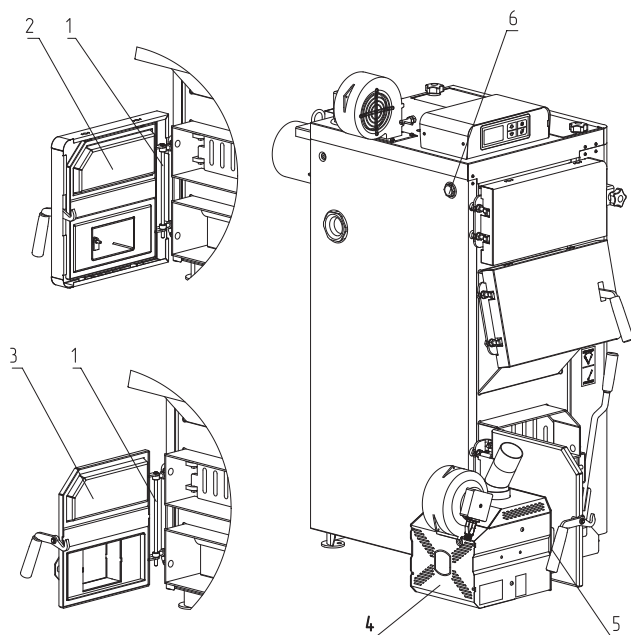

Рис. 14 Порядок установки горелки ZOTA «FOX» на твердотопливные котлы ZOTA Magna 15, 20, 26, 35, 45, 60
- Извлеките ось (Рис. 14, поз. 1);
- Снимите дверцу зольную (Рис. 14, поз. 2);
- Установите адаптер горелки (Рис. 14, поз. 3);
- Зафиксируйте его осью (Рис. 14, поз. 1);
- Установите горелку (Рис. 14, поз. 4) на котел;
- Зафиксируйте ее гайками (Рис. 14, поз. 5);
- Для установки гильзы под датчики температуры и перегрева снимите пробку или тягорегулятор (если установлен) и установите гильзу (Рис. 14, поз. 6) в освободившееся отверстие.